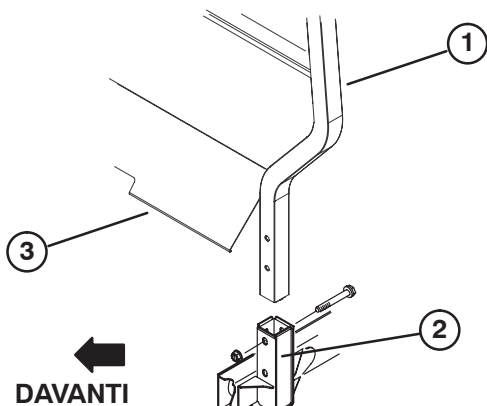

Figura 6
1. Inserite ciascun lato della protezione roll-bar nella staffa di montaggio da ciascun lato del telaio del veicolo, nelle posizioni riportate nella figura 6.